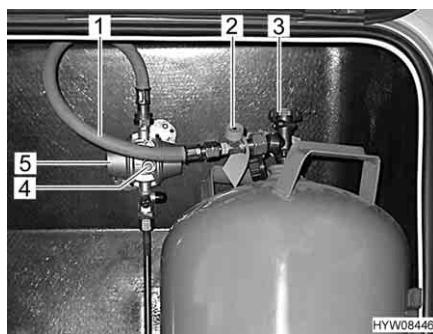

Fig. 66 Vano portabombole
- Chiudere la valvola principale di arresto (Fig. 66,3) della bombola del gas. Osservare la direzione della freccia.
- Svitare manualmente il tubo del gas (Fig. 66,1), dalla bombola del gas (filettatura sinistrorsa).
- Premere con forza il dispositivo antirottura della tubazione (Fig. 66,2) e tenerlo premuto per ca. 5 secondi.
- Premere con forza il pulsante verde (Fig. 66,4) del regolatore di pressione del gas (Fig. 66,5) e tenerlo premuto per ca. 5 secondi. La sorveglianza della pressione è attivata.